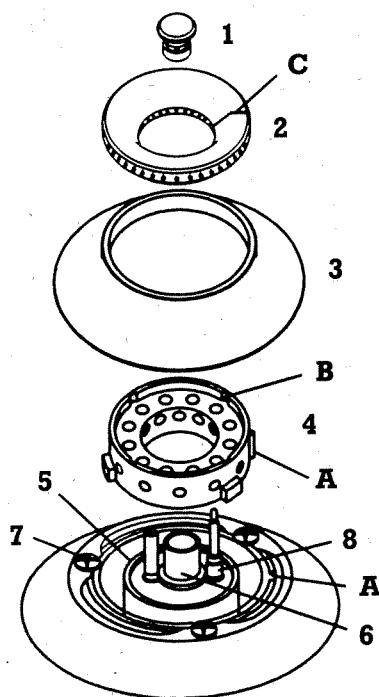

Fig. 9
6. Destornillar los tornillos de fijación de la cubeta **7** (fig. 9) y extraer el mismo.
Indicación: Para que quede garantizada la conexión a tierra, el tornillo de fijación de la cubeta **7** (fig. 9), deberá ir protegido mediante arandela dentada contra aflojamiento. Enroscar ligeramente los tornillos **7** en cada quemador (M 4 x 8). Apriete bien los tornillos tras el ajuste definitivo.
Si los quemadores funcionan correctamente, desconectar el aparato de la corriente eléctrica. Quitar nuevamente las partes de los quemadores. Colocar la cubeta correctamente. El nombre Gaggenau deberá encontrarse adelante. Asegurar la cubeta con los tornillos de fijación 7 (fig. 9) y una **arandela dentada** (para poner a tierra la cubeta).